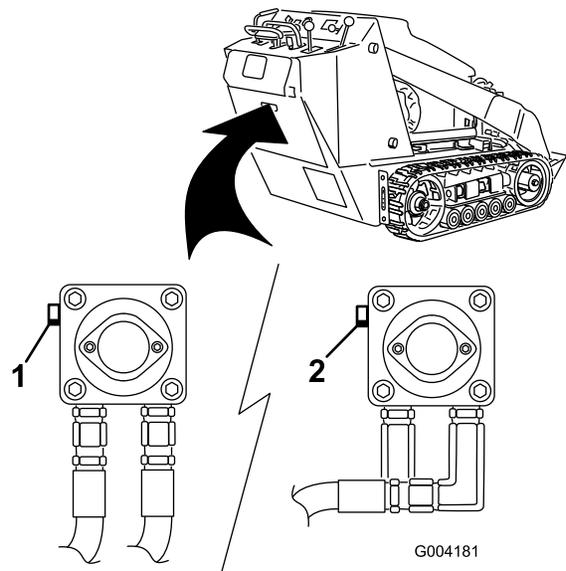

Bild 17
- Drehen Sie die Schleppventile auf der Hydraulikölpumpe mit einem Schraubenschlüssel zweimal nach links (Bild 17).